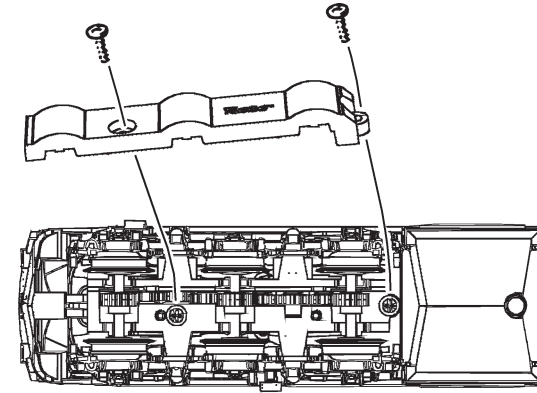
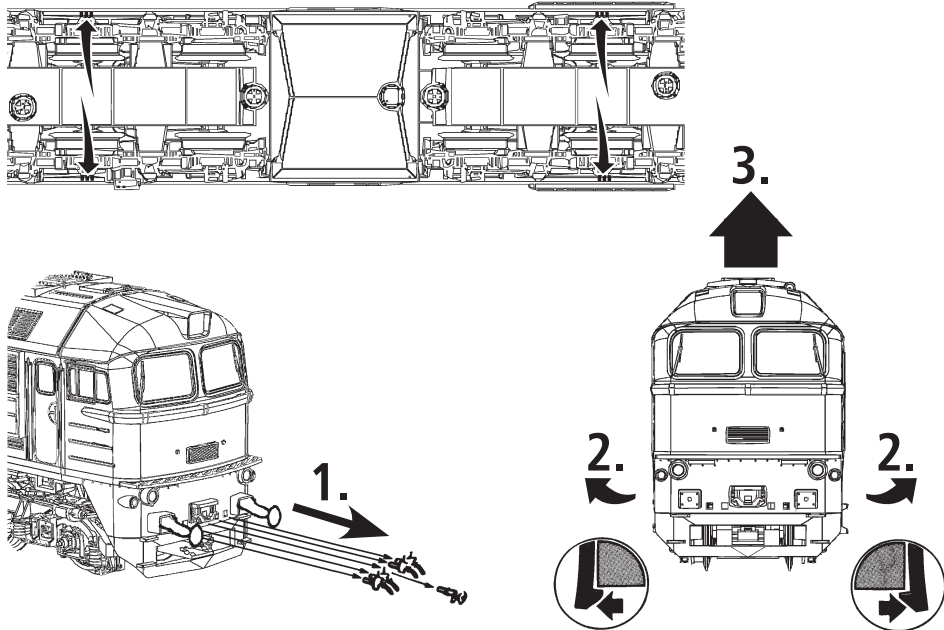

Fig. 3
Fig. 5
Mehrzugbetrieb: Zuerst Lokgehäuse abnehmen (Fig. 3). Danach den Brückenstecker aus der Schnittstelle entfernen (diesen sorgsam aufbewahren). Danach den Stecker des Steuerbausteins lagerichtig einsetzen (siehe Fig. 5).
2. Schmierung: Versehen Sie die im Schmierplan in Fig. 7 gekennzeichneten Stellen mit nur **kleinen Öltropfen**. Dazu zuerst das Lokgehäuse abnehmen (Fig. 3). Wir empfehlen den **ROCO Öler Art.-Nr. 10906**. Fürs Schmieren der Getriebeteile (Zahnräder, Schnecke) empfehlen wir das **ROCO-Spezialfett Art.-Nr. 10905**. Im Falle der Schmierung diese Teile **nicht ölen**.
4. Kohlebürstenwechsel: Lokgehäuse abnehmen (Fig. 3). Danach wird der Motor ausgebaut und die Kohlebürsten ausgewechselt (Fig. 9).
Finally put the plug of the chip into the interface as shown in fig. 5.
2. Lubrication: Apply **tiny oil drops** to spots marked in fig. 7. Prior to lubrication dismantle locomotive (fig. 3). We recommend using item no. **10906, ROCO oiler**. For lubrication the gearparts (e.g. cogwheels, worm) we should recommend our ROCO **special grease** (item no. **10905**).
4. Carbon Brush Changing: First remove loco body (fig. 3), and then the motor (fig. 9).